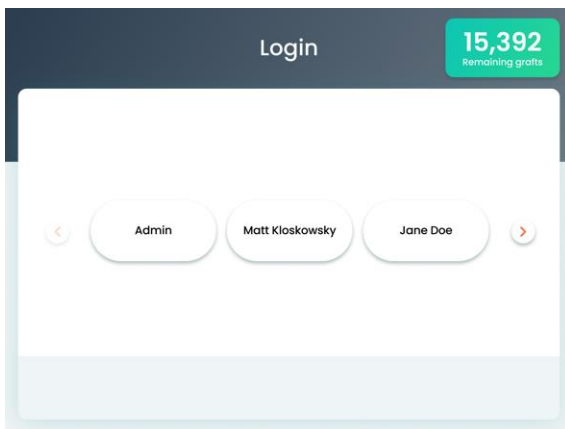

Figura 5-2. Pantalla de inicio de sesión y selección de cuenta
- Espera a que el sistema termine el proceso de inicio y aparezca la pantalla Login Account Selection (Inicio de sesión y selección de cuenta), como se muestra en la Figura 5-2.
1. Verifique que el sistema está encendido y que la pantalla de selección de cuentas está abierta, como se muestra en la Figura 5-2.
- Aparecerá la pantalla de inicio de sesión y selección de cuenta, como se muestra en la Figura 5-2.